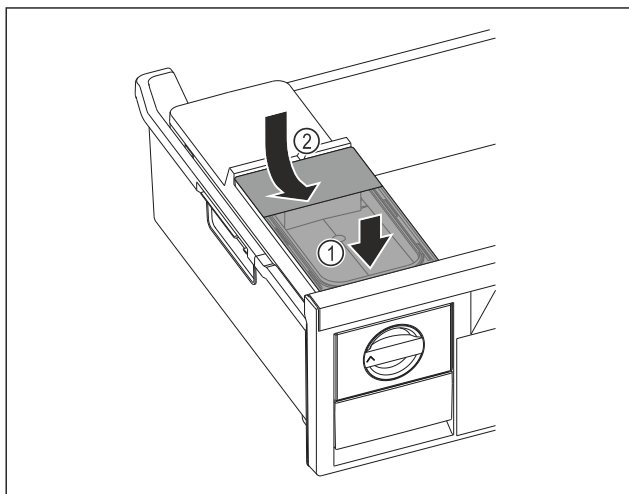

Fig. 165
- Placer le réservoir d'eau à l'avant. Fig. 165 (1)
- Abaisser le réservoir d'eau à l'arrière. Fig. 165 (2)